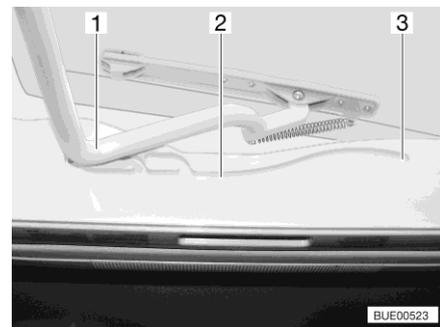

Bild 116 Führung (Heki-Dachhaube)
- Den Bügel (Bild 116,1) in den Führungen (Bild 116,2) bis in die hinterste Position (Bild 116,3) ziehen.
- Den Bügel (Bild 116,1) mit beiden Händen leicht nach oben drücken.
- Den Bügel in den Führungen (Bild 116,2) bis zur gewünschten Stellung ziehen.